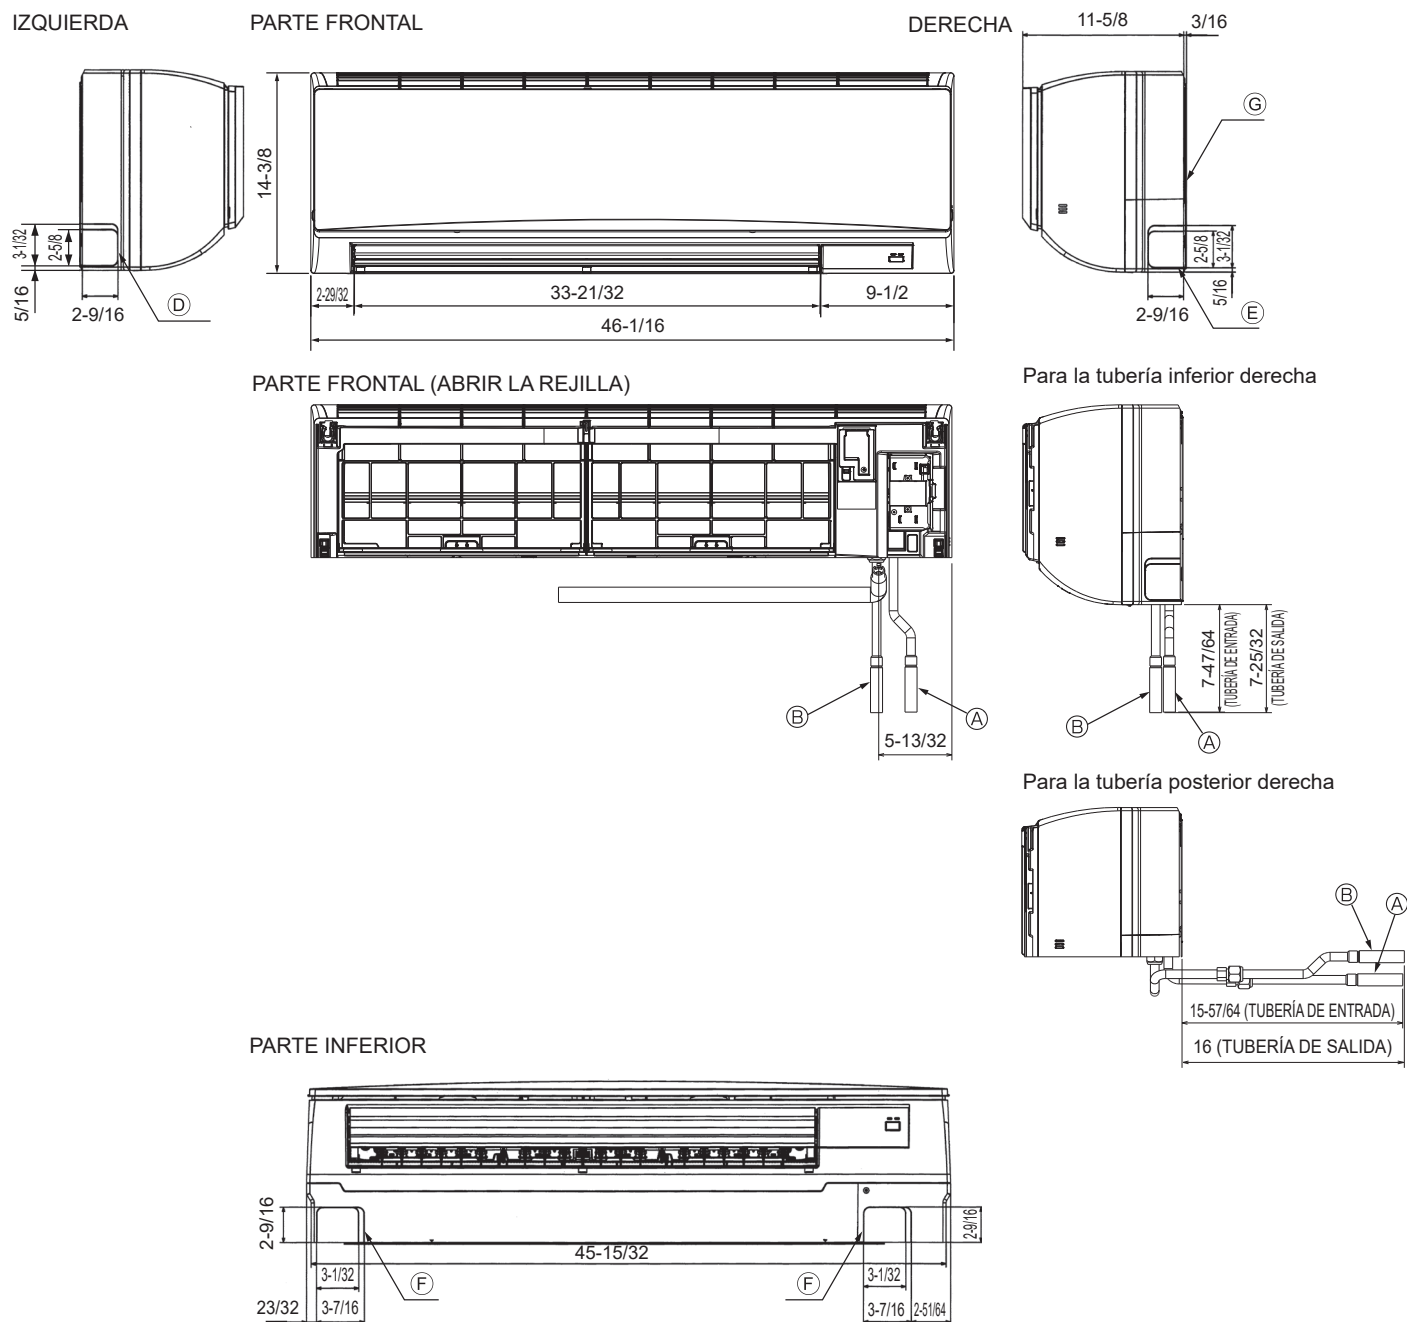

Fig. 4-5
4.2. Colocación de las tuberías de agua y de drenaje (Fig. 4-5)
- G Placa de montaje ①